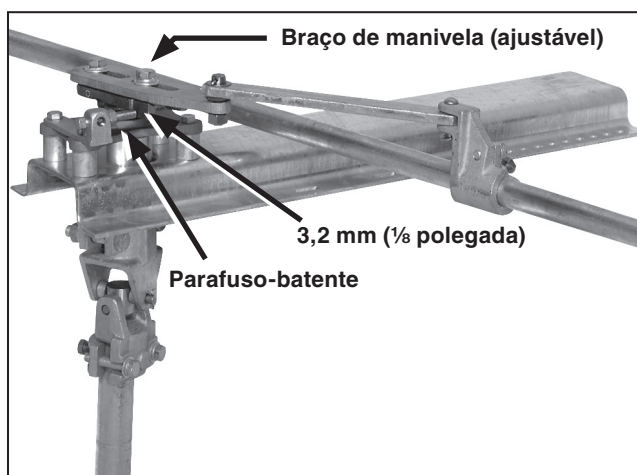

Figura 36. Verifique se o braço de manivela está na posição overtoggle● e contra o parafuso-batente.
- (c) Cada mecanismo de acionamento de cada polo da chave deve repousar contra seu respectivo batente de fechamento. O(s) braço(s) de manivela das ferragens de interligação deve(m) estar na posição *over-center* (posição estável ligeiramente deslocada do centro) e encostado(s) no(s) parafuso(s)-batente(s). Ver Figura 36 na página 27.
- (g) Quando for empregado um Operador Motorizado Modelo AS-1A da S&C ou um Controlador Automático Motorizado 6801M da S&C, verifique se há uma folga de aproximadamente 3 mm ( $\frac{1}{8}$  polegada). Ver Figura 36. Esta folga previne que o parafuso-batente seja flexionado durante a operação motorizada. Ajuste o parafuso-batente para prover esta folga depois da execução de qualquer outro ajuste, obtendo desta forma condições adequadas de fechamento pleno, curso ou ação de comutação entre as posições. Assegure-se de fazer o reaperto da contraporca após a conclusão de qualquer ajuste.